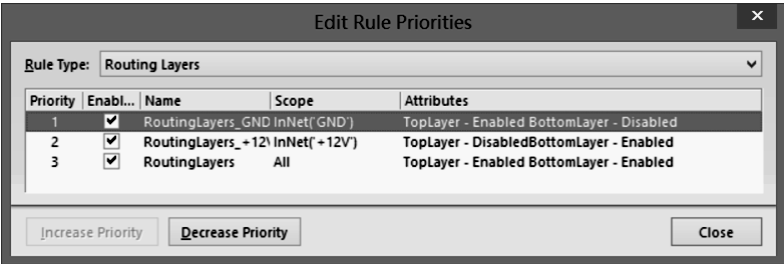

图 7-3-40 选取区域优先级的设置
⑨ 单击 PCB 规则和约束编辑器对话框中的优先级设置按钮【Priorities】，检查选取区域设计优先级是否为由高到低排序：地线、电源线、其余线，如图 7-3-40 所示。单击【Close】按钮返回图 7-3-39，单击【Apply】按钮，再单击【OK】按钮，布线前的规则设置结束。